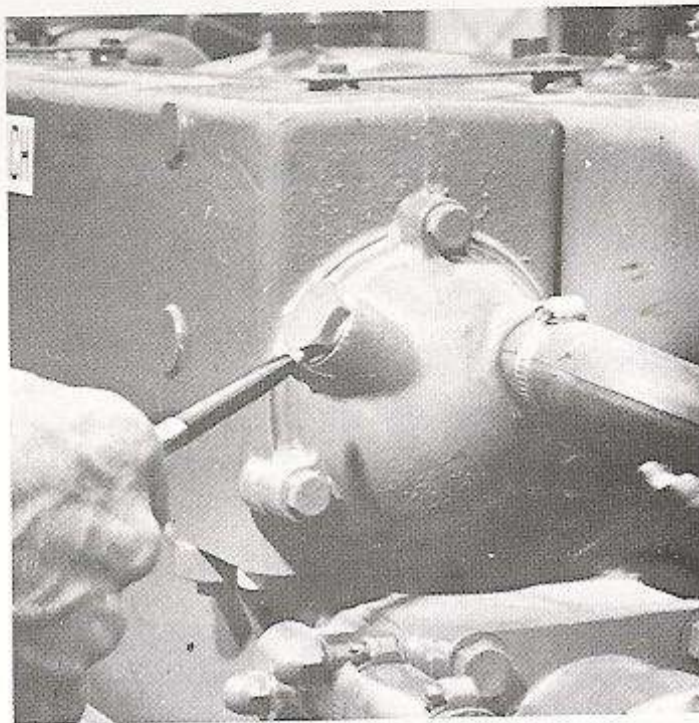

fig 3
- 6° Déposer le bouchon porte-zinc situé sur le chapeau arrière de l'échangeur (fig. 3).